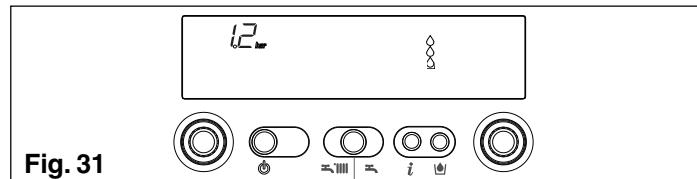

Fig. 31
**Info 2** affiche la pression de charge de l'installation (fig. 31)